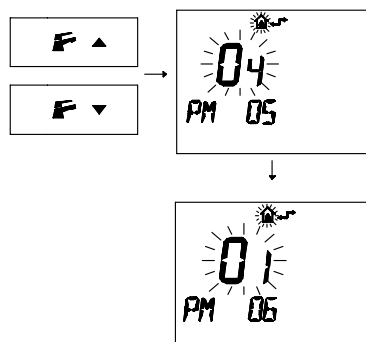

Figura 8.14
- Premere i pulsanti   o   per visualizzare la programmazione "PM 06" Tipo gas secondo livello (Figura 8.14).